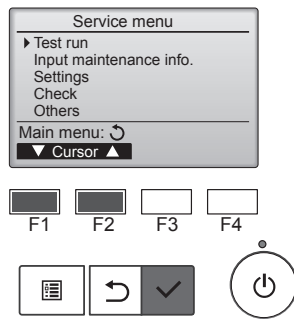

Fig. 7-3
- ③ Sélectionnez "Test run" (Test fonctions) à l'aide du bouton  ou , puis appuyez sur le bouton . (Fig. 7-3)